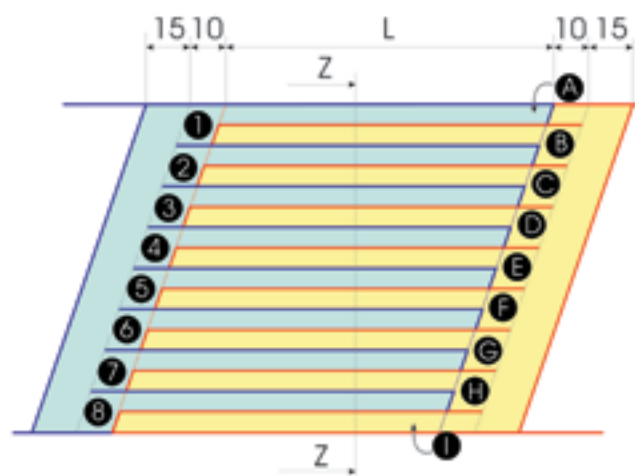

Fig. 2
7. Following the scheme of Fig. 2 and 3, place the strips on the bottom cover starting from A, alternating the two heads (sequence A-1-B-2-C....7-H-8-I), assuring the alignment and the planarity of the strips themselves; please note that the strip heads must not be positioned at the end of the cut but 10 mm back in order to favour the transversal bending of the fabric;
7. Seguendo lo schema di Fig. 2 e 3, adagiare le strisce sulla copertura inferiore a partire dalla A, alternando le due testate (sequenza A-1-B-2-C....7-H-8-I), assicurando l'allineamento e la planarità delle strisce stesse; si noti che le teste delle strisce non devono essere posizionate al termine del taglio ma arretrate di 10 mm per favorire la piega trasversale del tessuto;